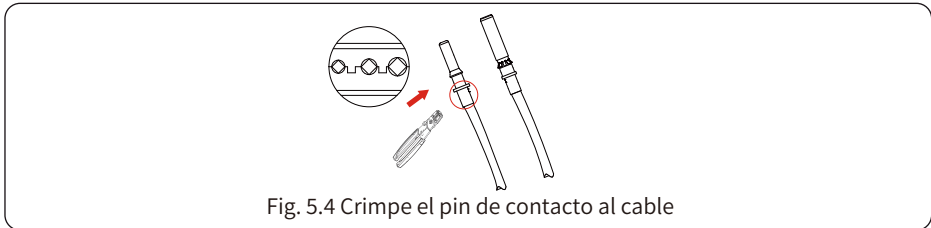

Fig. 5.4 Crimpe el pin de contacto al cable
b) Crimpe los terminales metálicos con unos alicates de crimpado, tal y como se muestra en la Fig. 5.4.